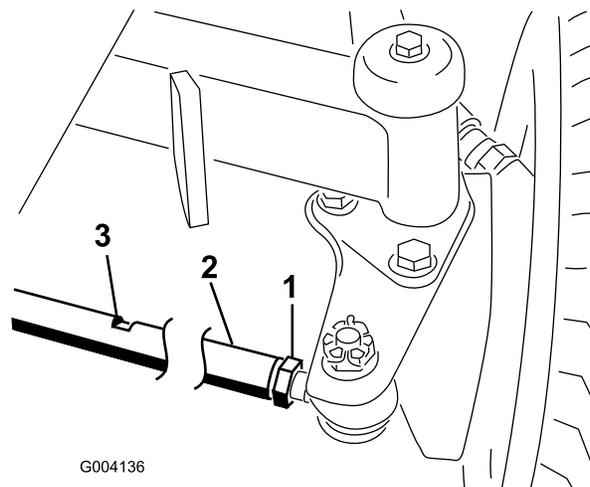

図 140
1. 各タイロッド **図 140**の端についているジャムナットをゆるめる。